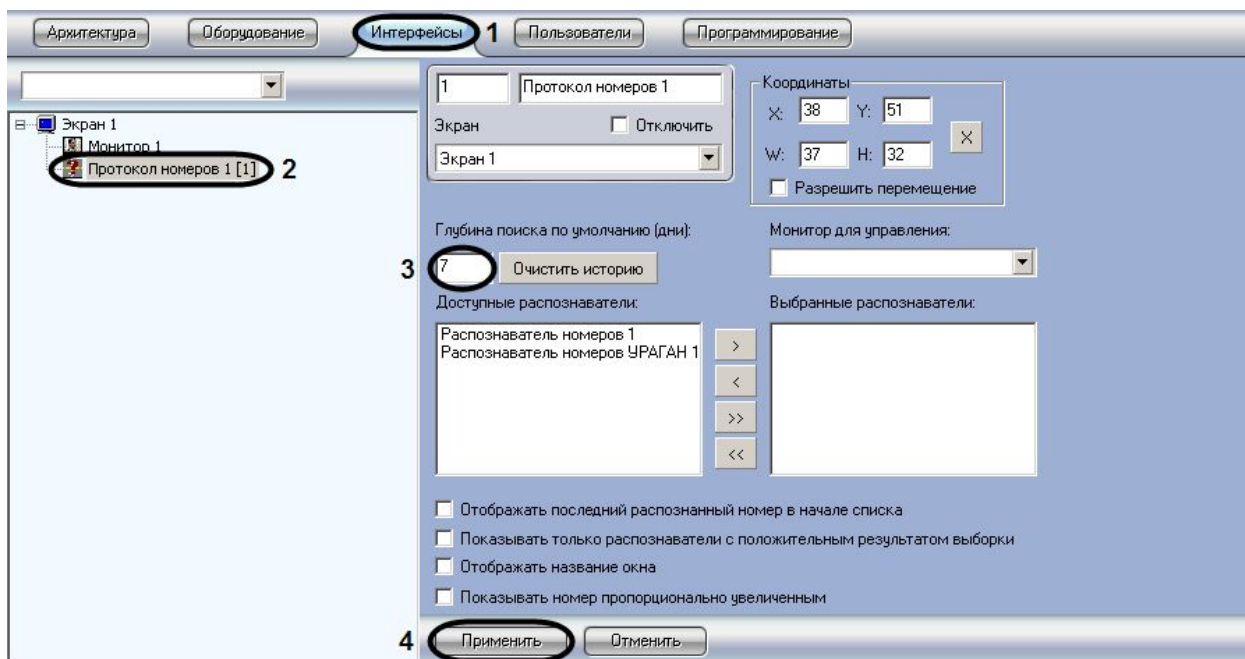

Рис. 7.7.3-1 Задание глубины поиска номеров
1. Перейти на вкладку «Интерфейсы» диалогового окна «Настройка системы» (см. Рис. 7.7.3-1, 1).
2. Выбрать в дереве объект «Протокол номеров» (см. Рис. 7.7.3-1, 2).
3. Ввести значение в поле «Глубина поиска по умолчанию (дни):» (см. Рис. 7.7.3-1, 3).
4. Нажать кнопку «Применить» для сохранения настроек (см. Рис. 7.7.3-1, 4).